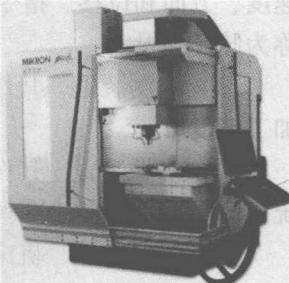
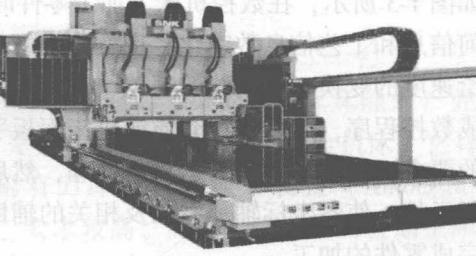

图 1-4 立式加工中心
图 1-6 龙门式加工中心
(1) 按照机床结构分类 可分为立式加工中心、卧式加工中心、龙门式加工中心和万能加工中心，前三类外观分别如图1-4~图1-6所示。